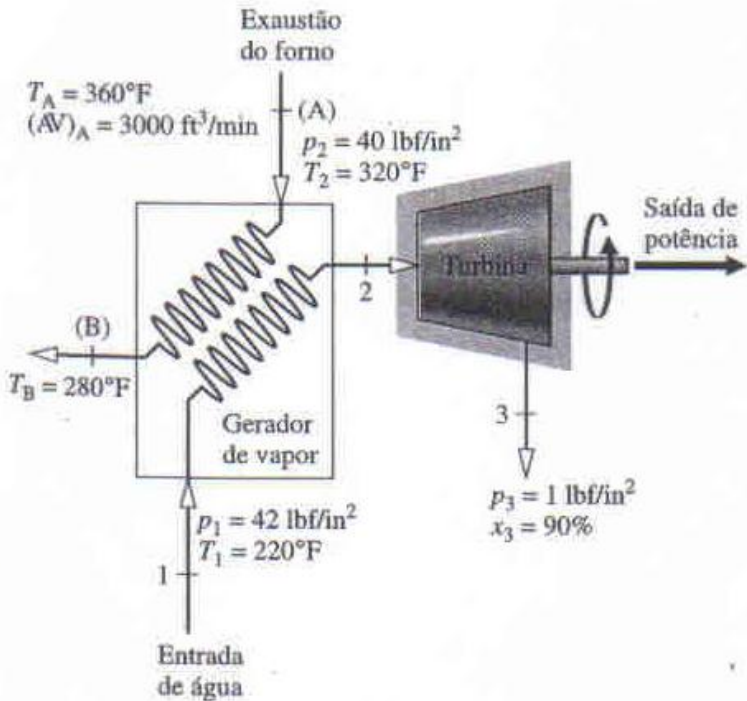

Figura P5.64
- 5.64 Em estado estacionário, água entra no recuperador de calor do gerador a vapor, mostrado na Fig. P5.64, a 42 lbf/in², 220°F e sai a 40 lbf/in², 320°F. O vapor segue então para a turbina da qual ele sai a 1 lbf/in² e com um título de 90%. Ar de exaustão do forno entra no gerador de vapor a 360°F, 1 atm, com uma vazão volumétrica de 3000 ft³/min e sai a 280°F,